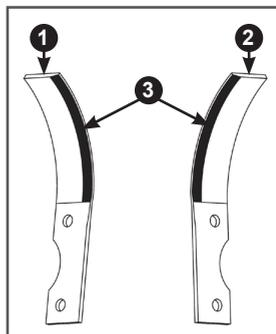

Рис. 14. Ножи фрез
1. Разделите ножи фрез на правые и левые. Правые ножи 1 при установке на правую фрезу будут иметь изгиб в сторону от редуктора, левые ножи 2 при установке на правую фрезу будут иметь изгиб в сторону редуктора (Рис. 14).